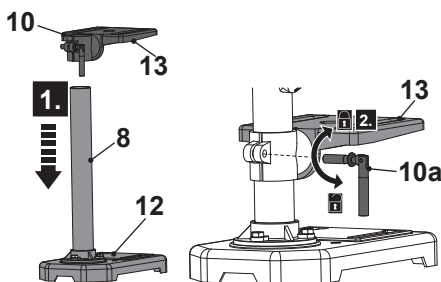

Fig. 2
1. Deslice la abrazadera (10) de la mesa de perforación (13) sobre la columna (8) (Fig. 2, paso 1). Coloque la mesa de perforación (13) a la altura deseada.
2. Alinee la mesa de perforación (13) con la base (12).
3. Coloque y apriete a mano la palanca de sujeción (10a) en el sentido de las agujas del reloj para fijar la mesa de perforación (13) en su lugar (Fig. 2, paso 2). No apriete demasiado.